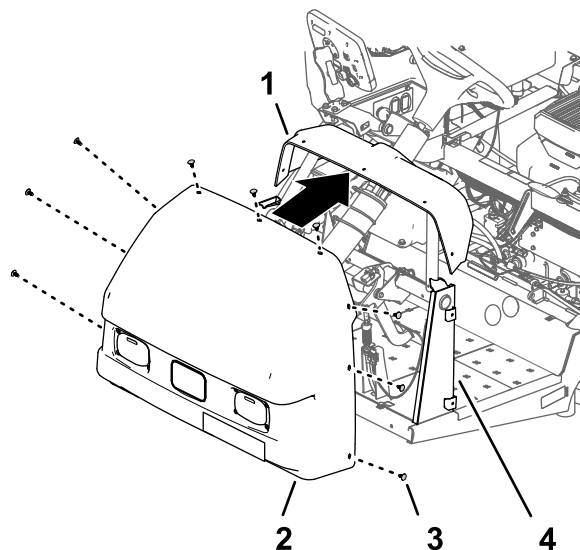

Рисунок 214
1. Совместите отверстия в капоте с отверстиями в приборной панели и раме машины (Рисунок 214).
2. Прикрепите капот к приборной панели и раме с помощью 9 вставных держателей (Рисунок 214).